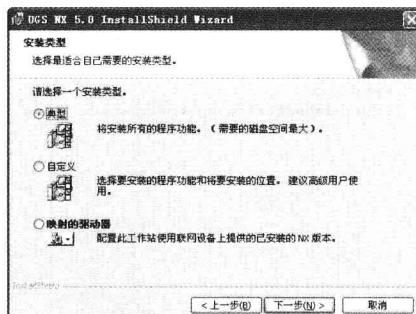

图 1-15 选择安装类型
Step 15 在新的对话框中选择安装类型时，选中“典型”单选按钮；高级用户可以选取“自定义”单选按钮；网络工作站用户可以选择“映射的驱动器”单选按钮，然后单击“下一步”按钮继续安装，如图 1-15 所示。